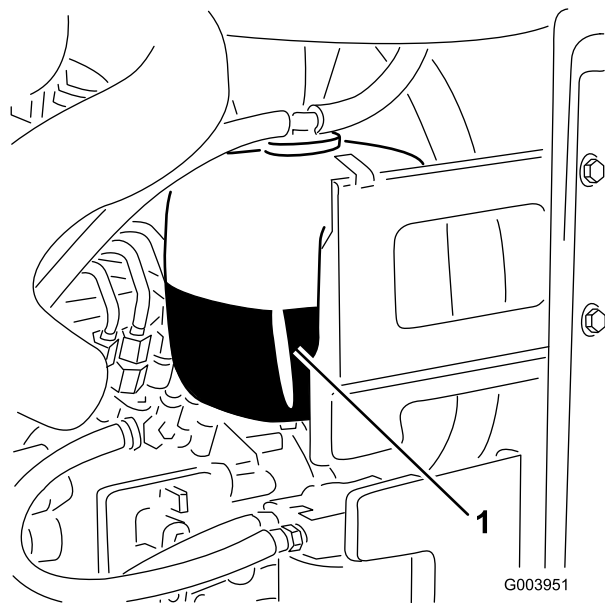

Figura 47
1. Compruebe el nivel de refrigerante en el depósito de expansión (Figura 47).